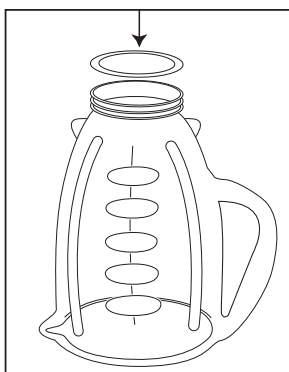

FIGURE 2
3. Placez le joint d'étanchéité sur l'ouverture du récipient. (Figure 2)